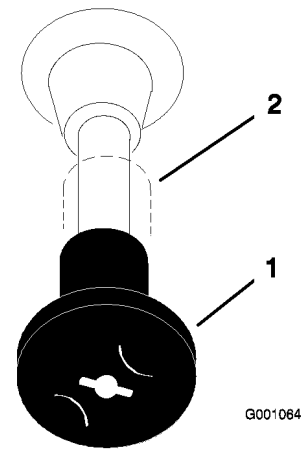

Figure 14
4. Placez la manette de starter en position **ouverte** pour démarrer à froid (Figure 14).
7. Lorsque le moteur a démarré, amenez progressivement la manette de starter en position hors service (Figure 14). Si le moteur cale ou hésite, tirez à nouveau sur la manette de starter pendant quelques secondes, puis repoussez-la à la position voulue. Répétez l'opération si nécessaire.